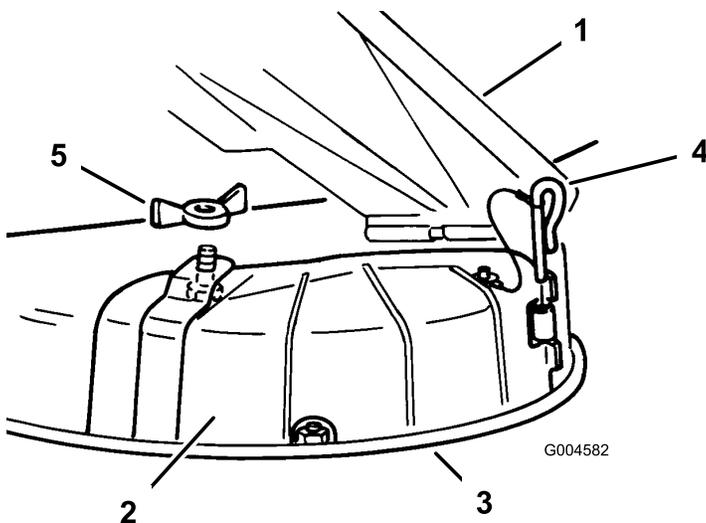

Figura 4
1. Sollevate il deflettore per l'erba, posizionate il coperchio di scarico sull'apertura del bordo inferiore dell'apparato di taglio ed inseritelo sulla parte anteriore della cerniera (Figura 4).
2. Fate scorrere il perno di cerniera sulla cerniera (Figura 4).
3. Fissate il coperchio di scarico al tosaerba con il dado ad alette (Figura 4).